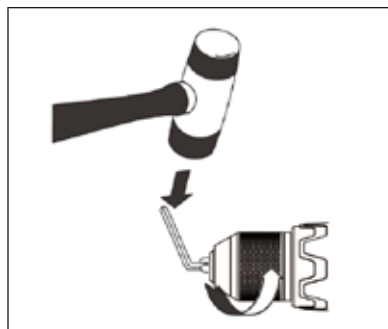

FIG. 15
7. Insérez la clé hexagonale dans le mandrin, puis serrez fermement les mâchoires du mandrin. (figure 15). Appuyez fortement sur la clé hexagonale à l'aide d'un maillet dans le SENS ANTIHORAIRE. Ceci desserrera le mandrin sur l'arbre. Le mandrin peut maintenant être dévissé et retiré de l'arbre à la main.